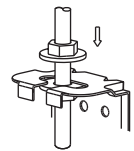

Fig. 5-7
- Para colocar el climatizador con firmeza, gire las tuercas después de haber ajustado la posición del cuerpo correctamente. (véase la Fig. 5-7)